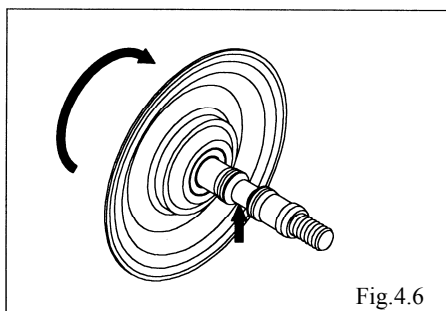

Fig. 4.6
- 用手或虎钳等固定中央拉杆中央部，旋转直至取下隔膜。〈Fig.4.6〉